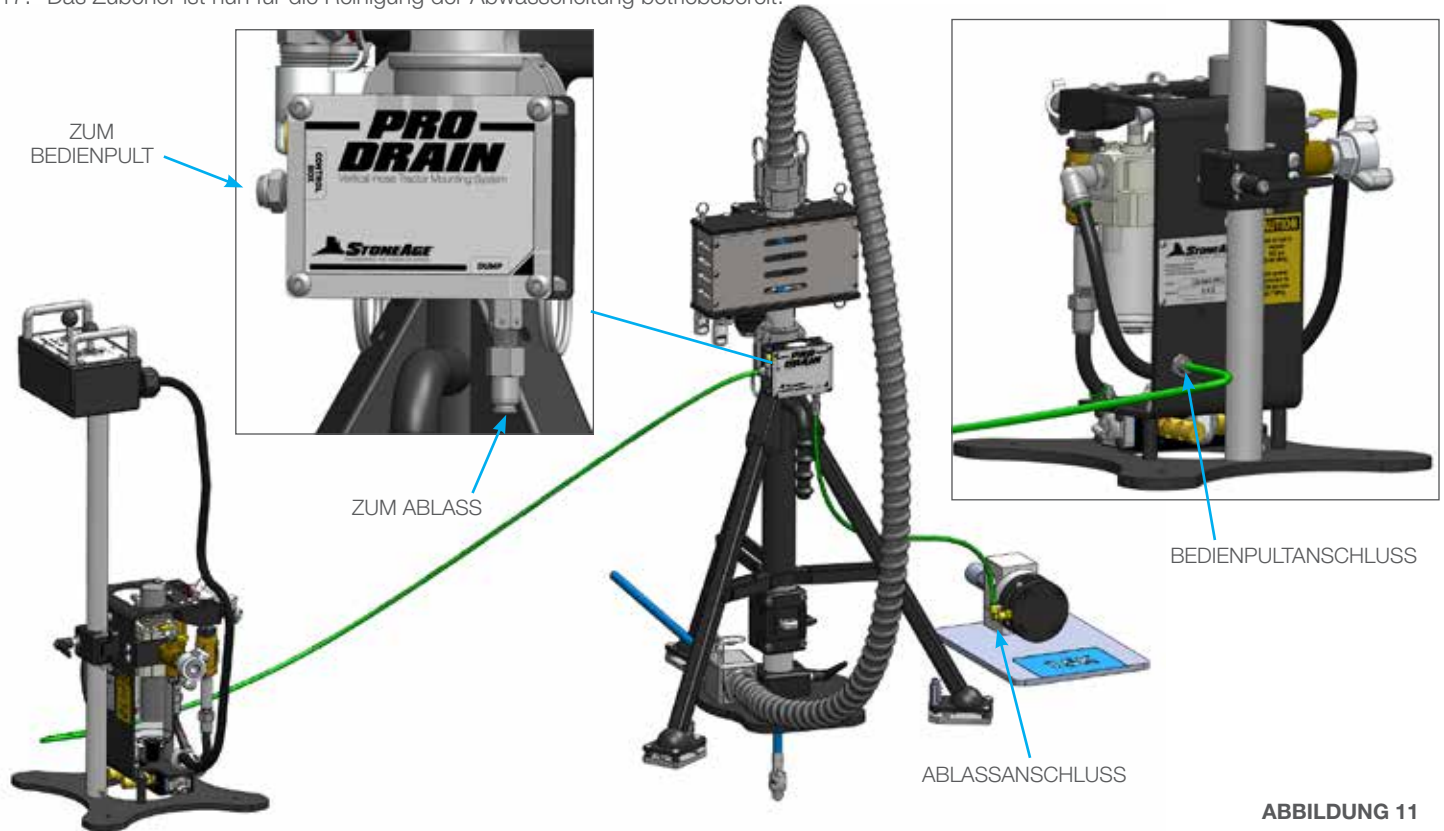

ABBILDUNG 11
13. Schließen Sie die 1/4"-Druckluftleitungen vom Bedienpult zur Ventilbaugruppe am Dreibeinstativ und vom Dreibeinstativ zum Ablass an. **(Abbildung 11).**